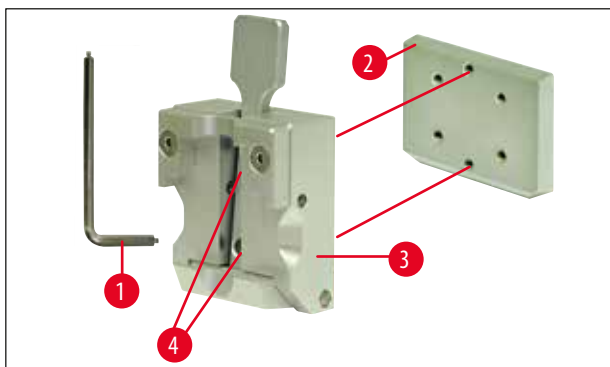

Fig. 10
3. Pentru a scoate ghidajul coadă de rândunică (→ Fig. 10-2) din clema pentru specimen (→ Fig. 10-3), deșurubați cele două șuruburi (→ Fig. 10-4) din ghidajul coadă de rândunică (→ Fig. 10). Din nou, folosiți cheia hexagonală cu mâner, nr. 3.